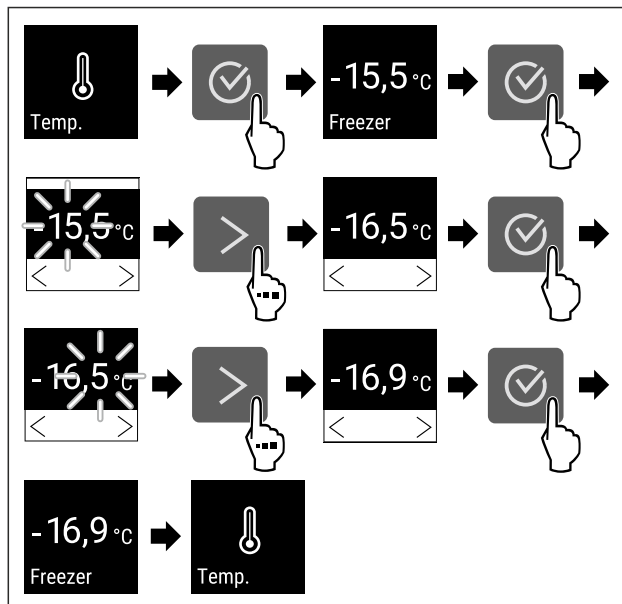

Fig. 65 Hőmérsékletváltozás -15,5°C-ról -16,9°C-ra
- ▶ Végezze el a gyakorlati lépéseket (lásd Fig. 65).